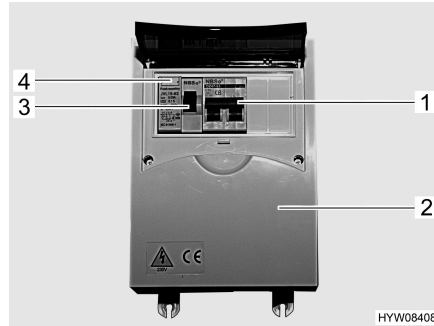

Bild 47 230 V-säkringslåda med ledningsskyddsbrytare och FI-brytare
- Koppla från ledningsskyddsbrytare (Bild 47,1) i säkringslådan (Bild 47,2).
- När fordonen är anslutet till 230 V-försörjningen, tryck på kontrollknappen (Bild 47,4) på jordfelsbrytaren (FI-brytare) (Bild 47,3) i säkringslådan (Bild 47,2). Jordfelsbrytaren måste lösa ut.
- Slå på jordfelsbrytaren (Bild 47,3) igen.